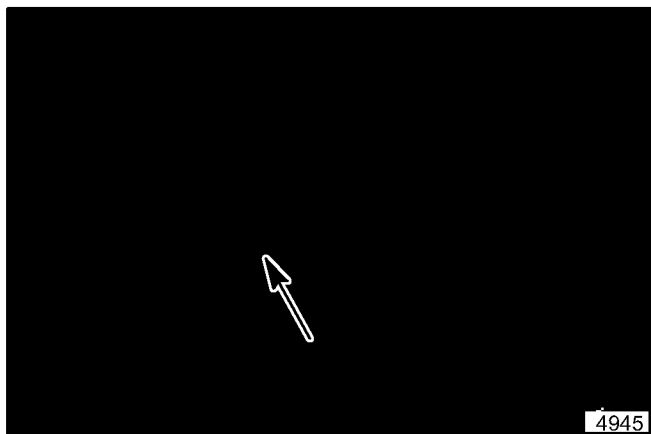

Figure 27. Crochet de poulie-guide
1. Desserrer le hardware attachant le crochet (voir figure 27). Glisser le crochet dans la fente de telle sorte qu'il attrape la poulie-guide du porte-lames lorsque la manette d'embrayage est désengagée. Quand seul l'embrayage d'entraînement est engagé, le crochet devrait maintenir la poulie-guide du porte-lames suffisamment loin en arrière pour que les courroies du porte-lames ne s'engagent pas. Resserrer le hardware de montage du crochet.